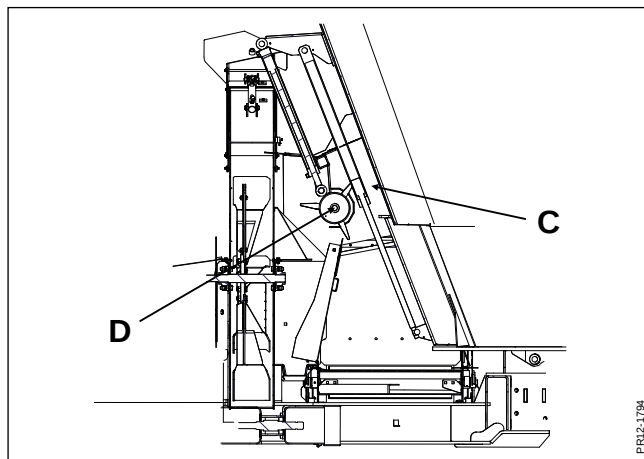

Fig. 2-3
Fig. 2-3 Visar samma sak som Fig. 2-2, men denna gång illustrerat med en genomskärning på längden av maskinen. Detta är inställningen när utfodring ska ske. Doseringsvalsen (D) kan inte rotera i detta läge.